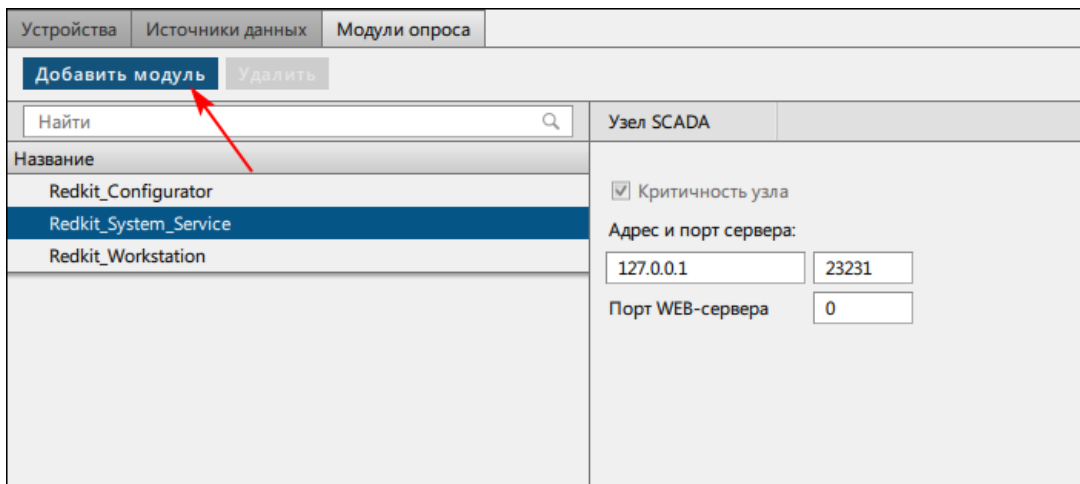

Рисунок 194 - Добавить модуль
- На вкладке **Модули опроса** у сервисного узла(ов) (*Redkit_System_Service* или *Redkit_Master* и *Redkit_Slave*, в зависимости от типа конфигурации) нажмите **Добавить модуль** (Рисунок 194).